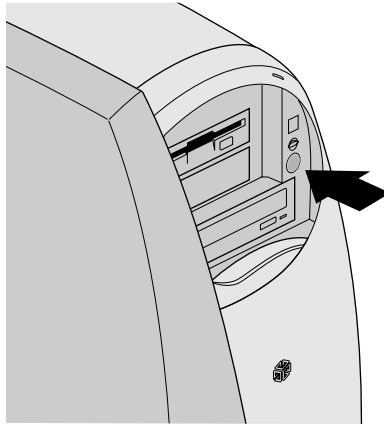

Figure 1-12 Mise sous tension de la station de travail
2. Ouvrez le panneau avant coulissant du système en appuyant légèrement sur sa partie inférieure, comme indiqué à la Figure 1-12.
3. Appuyez sur le bouton de mise sous tension, comme indiqué à la Figure 1-12.